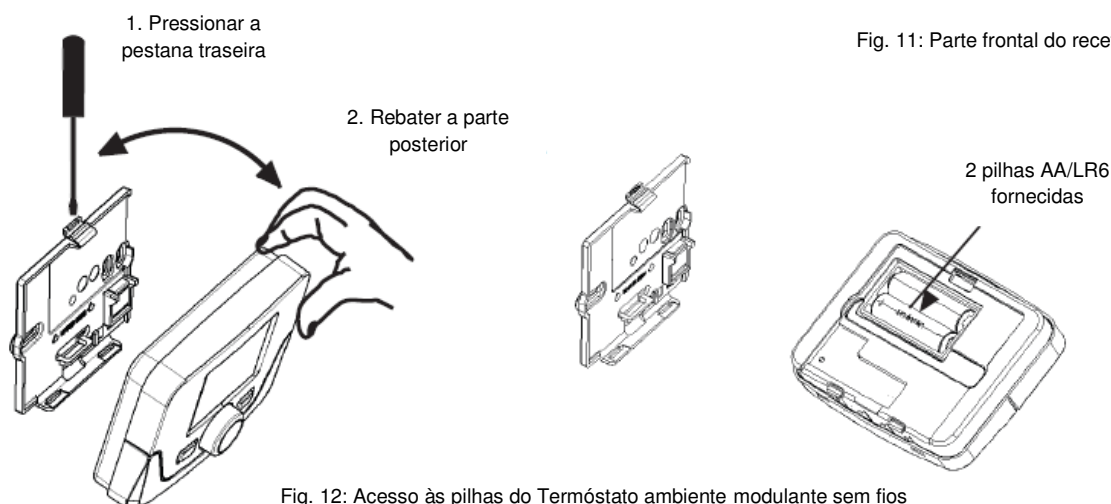

Fig. 12: Acesso às pilhas do Termóstato ambiente modulante sem fios
- As unidades requerem 2 pilhas alcalinas tipo AA (fornecidas). A sua instalação é ilustrada na fig. 12.
- Se o símbolo da pilha piscar no ecrã, é necessária a sua substituição. Ver Fig. 12 para mais informação.
16. Colocar as pilhas no Termóstato ambiente modulante sem fios. Ver Fig. 12.